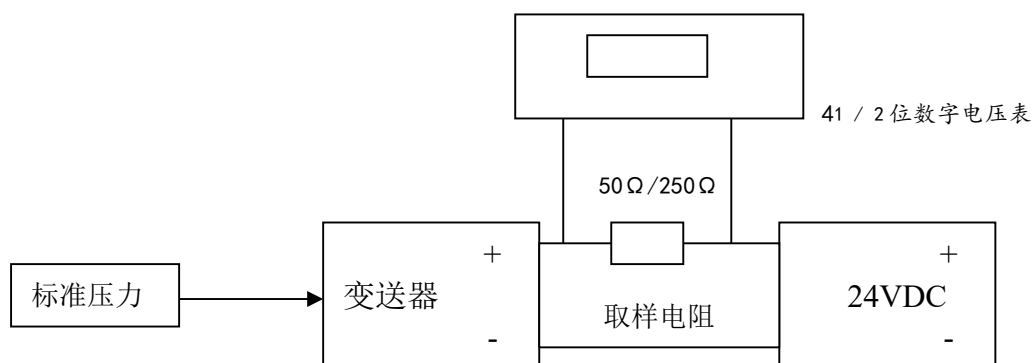

图 8-2 无变送器检测仪的变送器校验接线图
- B. 变送器检测仪，可用 24VDC 稳压电源，250  $\Omega$  或 50  $\Omega$  标准电阻，41/2 位数字电压表代替，如图 8-2